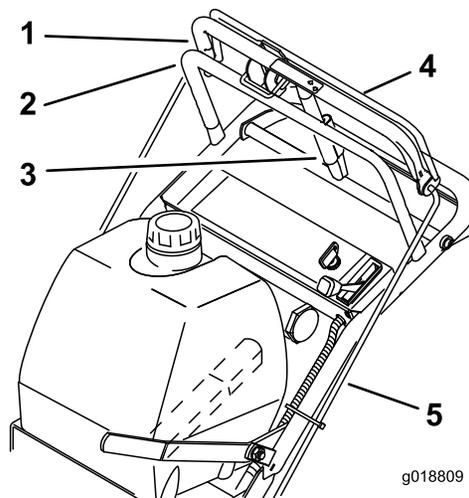

Figure 21
1. Avec la transmission aux roues complètement embrayée, vérifiez l'écartement entre la barre de commande supérieure et la barre fixe. L'écart doit être d'environ 25 à 32 mm (1 à 1 ¼ po); voir Figure 21.